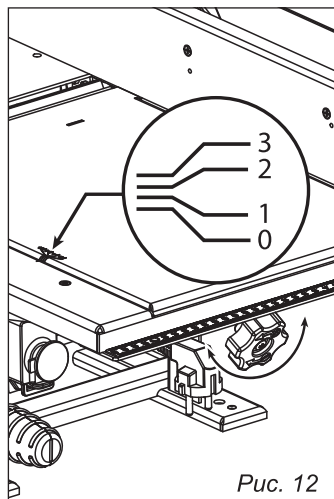

Рис. 12
7.2.2. Установка глубины строгания (рис. 12)